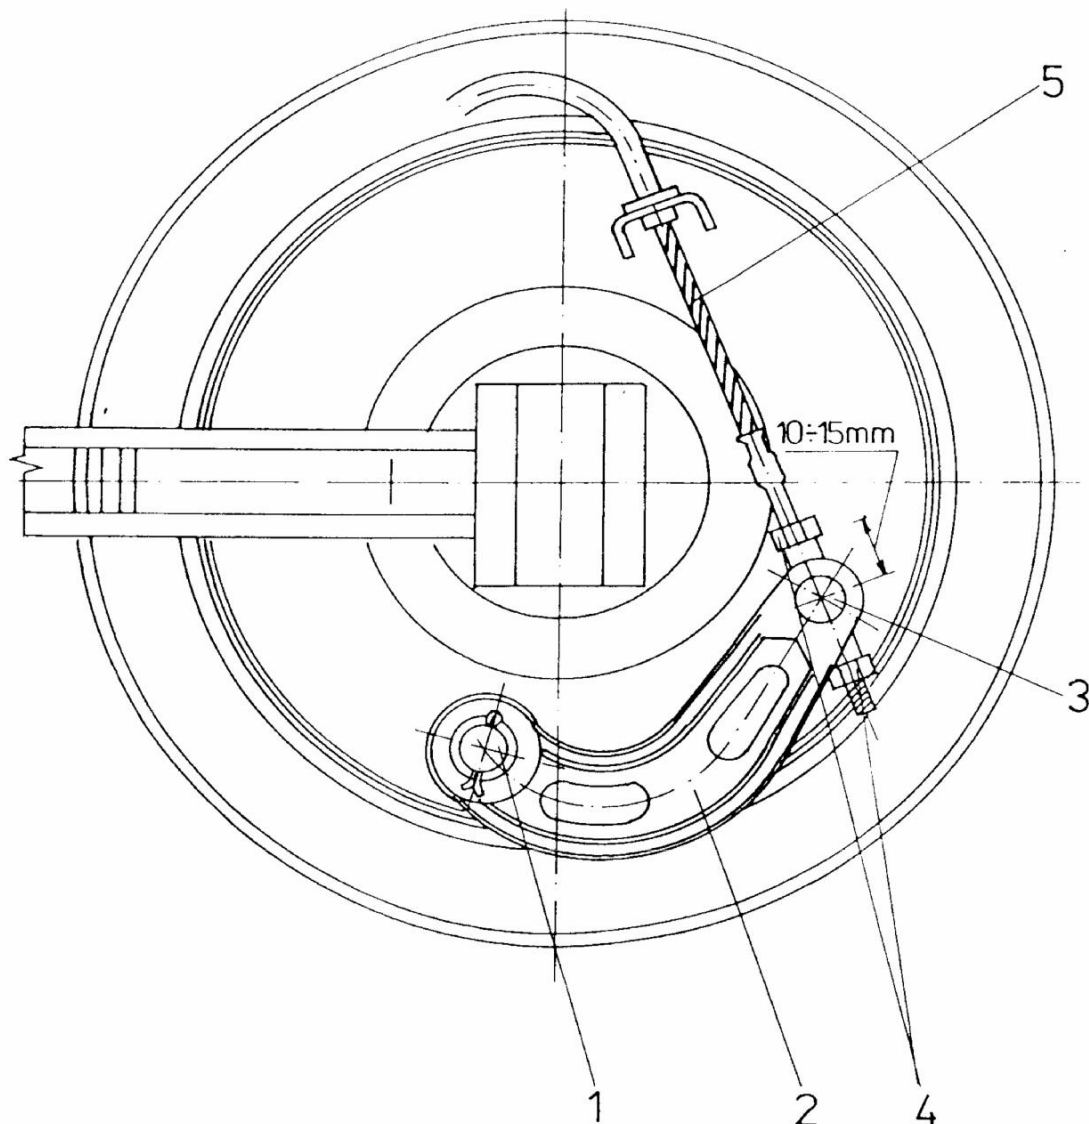

Abb. 54. Einstellung der Backenbremse
Wenn erhöhter Bremsweg sich bemerkbar macht stelle das Spiel zwischen den Bremsbacken und der Bremstrommel ein. Die Einstellung führe durch Eindrehen der äußeren Mutter (4 Abb. 54) auf den Gewindebolzen des Bremszugs (5). Der Leerhub des Spreizhebels (2) soll 10 –15 mm betragen. Bei Fahrgeschwindigkeit von 12 km/h soll der Bremsweg der Vollerntemaschine nicht größer als 2 m werden.